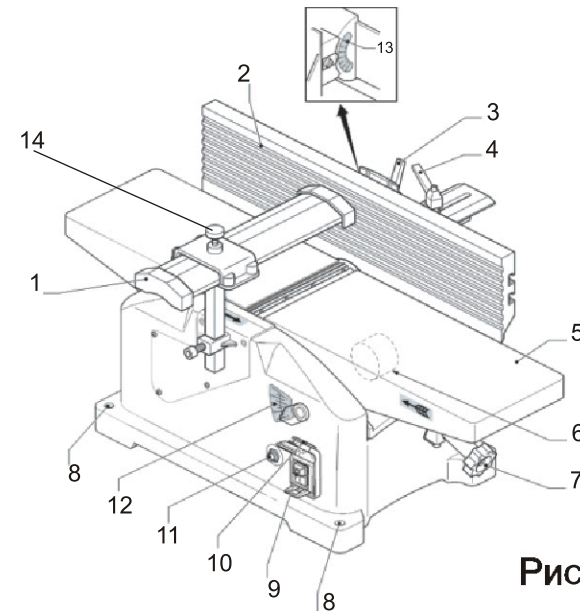

Рис. 1
4.1 Общий вид станка представлен на рис. 1